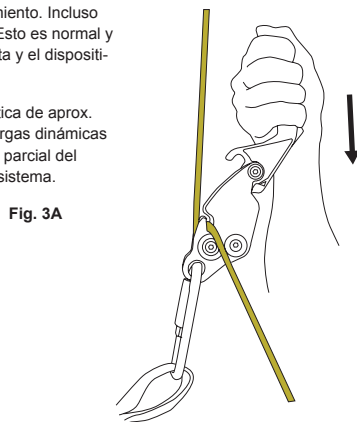

Fig. 3A
6. Inicie el descenso usando el **SMARTLINE X** fig. 3A.